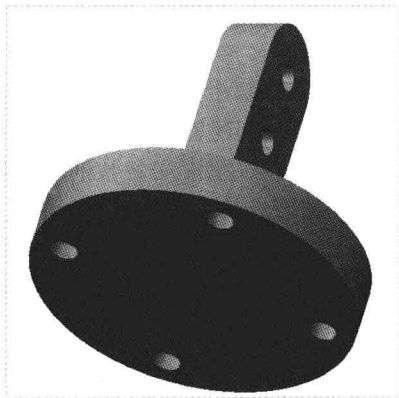

图 7-61 创建点阵列
Step 04 在“阵列”选项卡中,单击“应用并保存在工具中所做的所有更改,然后关闭工具操控板”按钮,即可完成点阵列特征的创建,如图 7-61 所示。